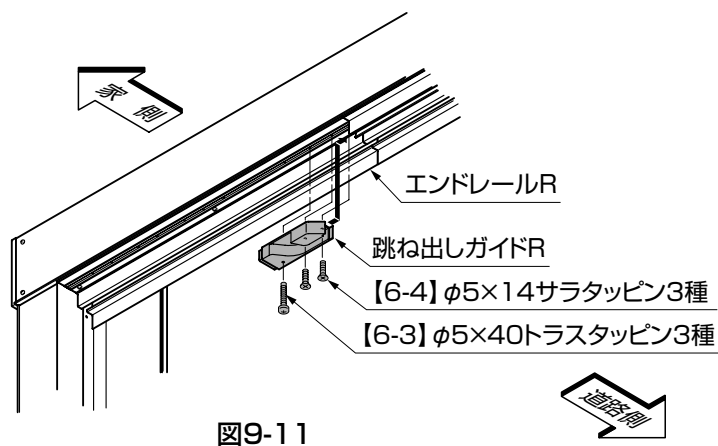

図9-11
①エンドレールに跳ね出しガイドを【6-3】、【6-4】で取付けてください。(図9-11参照)